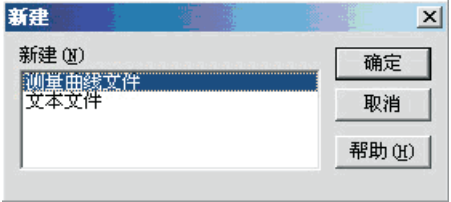

图 16
- D、新建对话框内有两种模式供你选择：测量曲线文件和文本文件（如图16）；